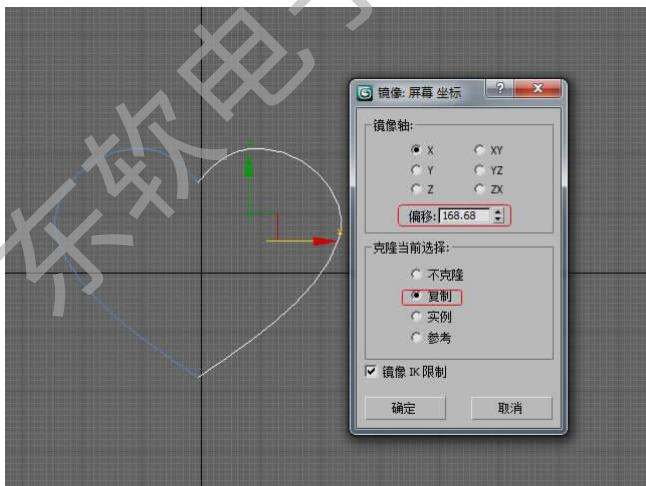

图 2-37 镜像
Step 3. 选择 镜像工具, 然后在弹出的对话框选择复制, 通过调节偏移值将复制出来的图形移到合适的位置, 如图 2-37 示。